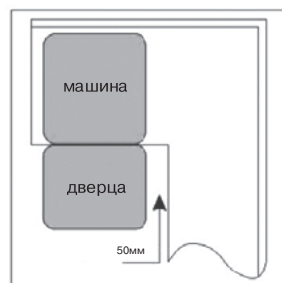

Рис. 2. Вид сверху. Минимальное пространство, когда дверца открыта.
2. При размещении посудомоечной машины в угловой части мебели для встройки минимальное расстояние между боковой частью открытой дверцы посудомоечной машины и кухонной мебелью должно быть не менее 50 мм (рис. 2).